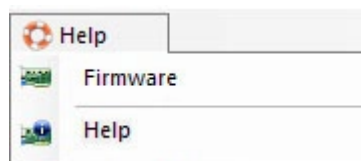

Abb. 10. Menü **“Hilfe”**
3. Im Menü **“Hilfe”** (Abb. 10) können Sie: